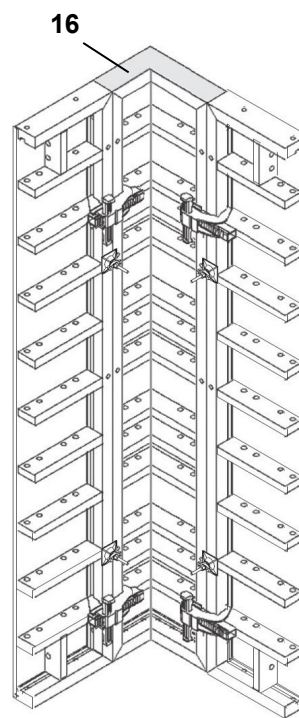

Рис. 27
Угол TRIO TE/R(L)-MR 50x30 (16) соединяются замком BFD (20) (2 BFD на высоту  $h = 3.00$  м). (Рис. 27)